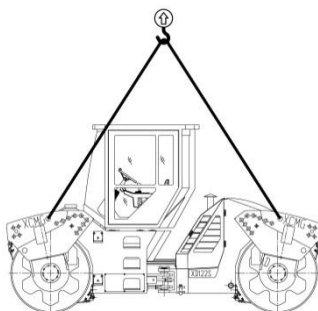

Рис. 4-4 Подъем катка
- Подъемные крюки, шкивы, железные цепи и стальные тросы должны быть безопасными и надежными (Рис. 4-4).